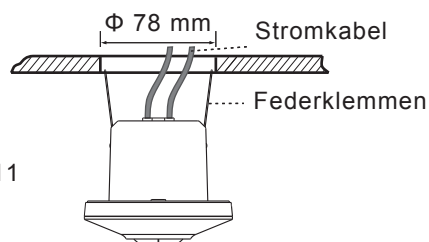

ABB.11
- 3.4.2.4 Die beiden Federklappen des Melders verschließen und den Melder in die Bohrung an der Decke einfügen (siehe ABB.11).